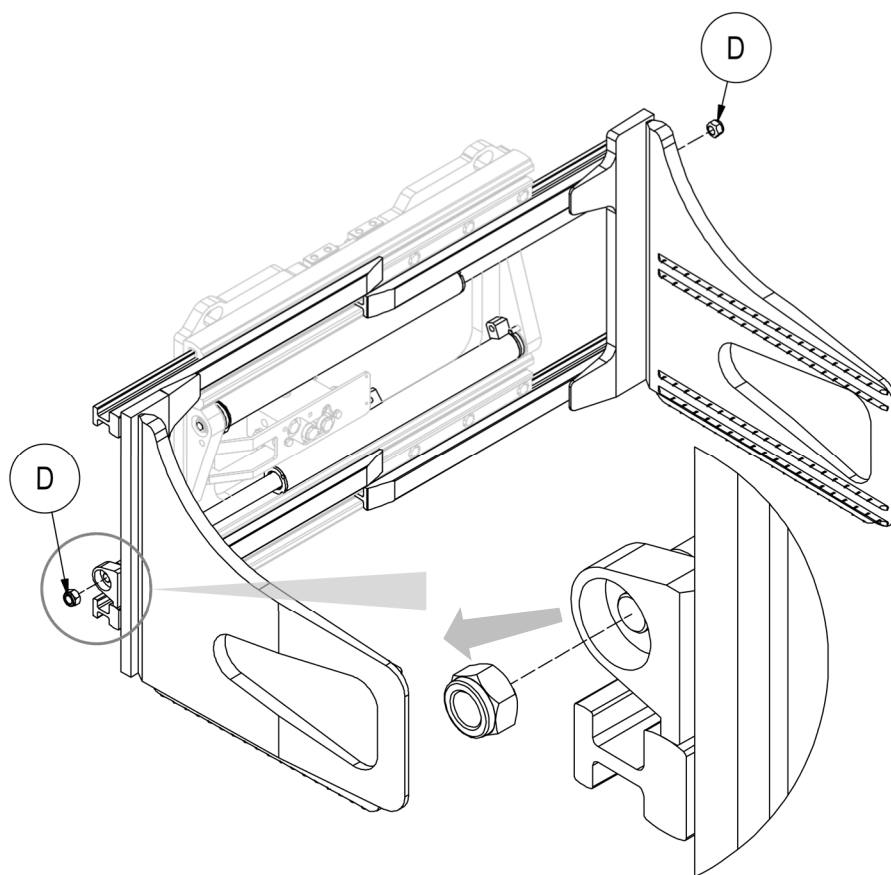

Figure 26
3. Retirer les écrous **D** qui relient les vérins aux fourches (voir Figure 26).